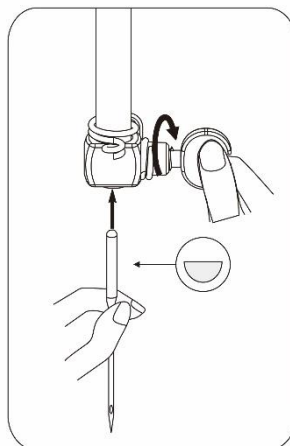

Abb. 2
2. Stecken Sie die neue Nadel mit der flachen Seite in die richtige Richtung zeigend (zur Rückseite) in die Halterung. Schieben Sie die Nadel unbedingt vollständig in die Halterung, bevor Sie die Nadelbefestigungsschraube anziehen. Ziehen Sie die Nadelbefestigungsschraube an. (Abb.2)